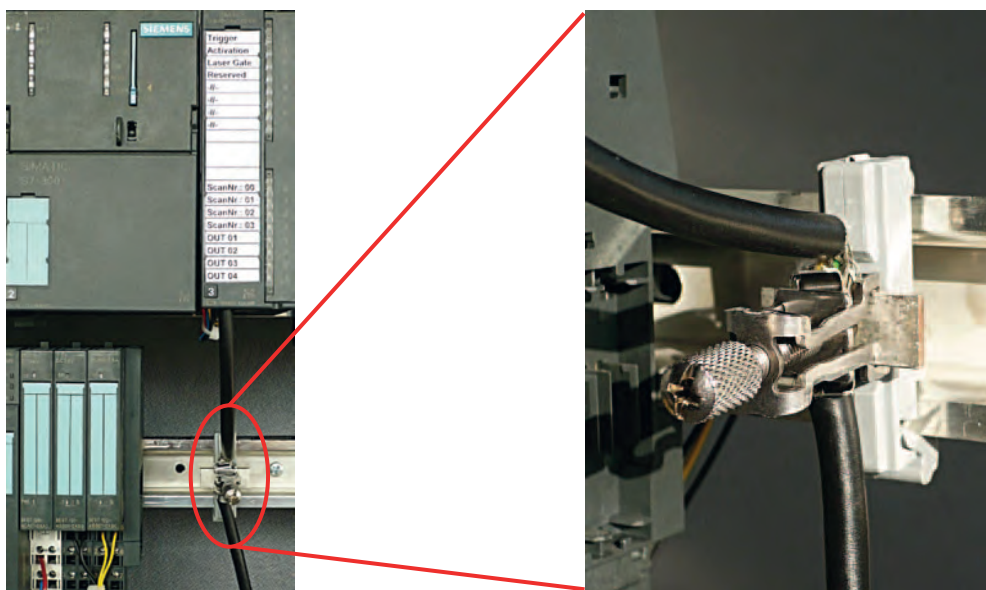

Bild 7.3: Auflegen des Kabelschirms an der SPS
- ↪ Klemmen Sie den Schirm in der SPS flächig auf FE (siehe Bild 7.3).